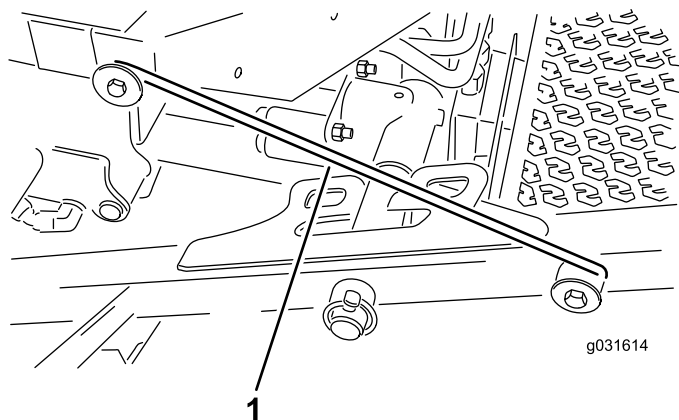

图 30
4. 从承载架固定器上松开门锁杆图 30。
5. 提起前剪草刀盘的外侧将门锁放到安装在操作员平台前部的机架销上图 30。